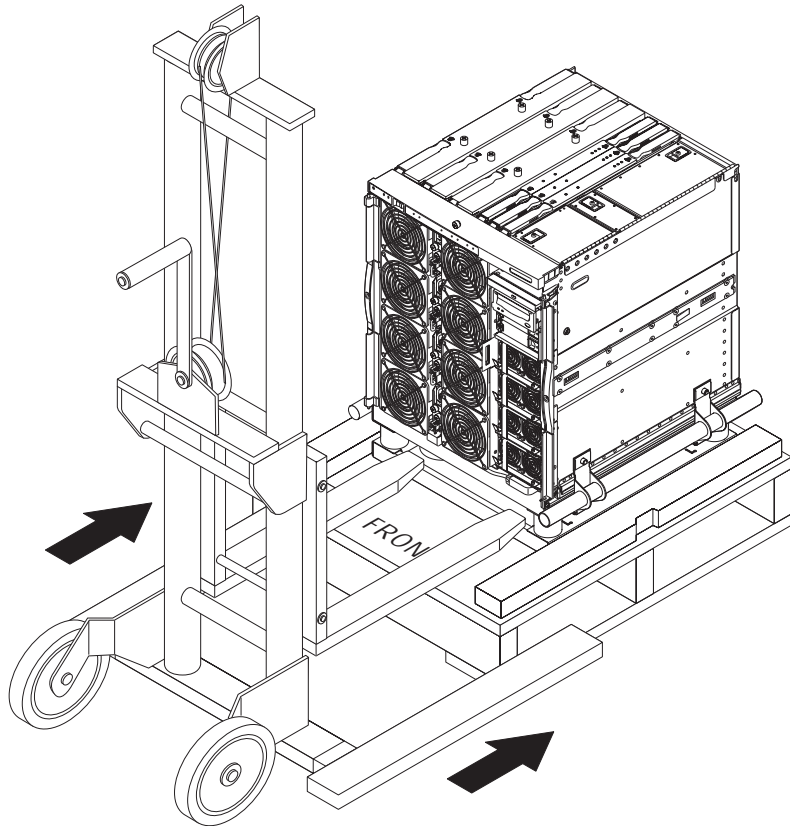

FIGURA 1-8 Inserción del dispositivo de carga en el soporte de envío
2. Inserte completamente las horquillas del dispositivo de carga en la abertura del soporte de envío (FIGURA 1-8).